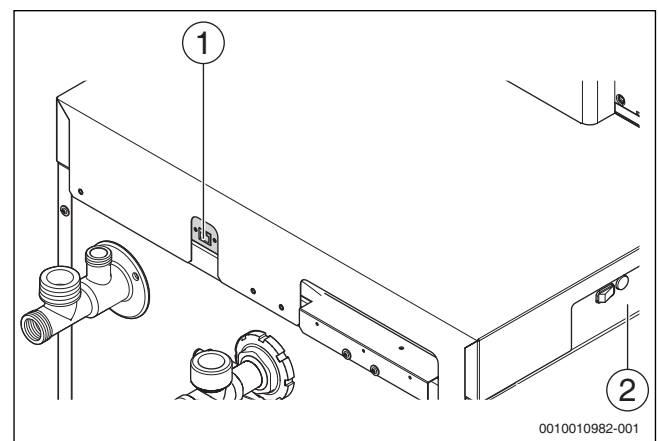

Bild 52 Netzwerkanschluss mit Login-Daten
- Voreingestellten Login-Name und das Passwort eingeben. Die Login-Daten (Anmeldedaten) sind auf dem Etikett seitlich am Kessel aufgedruckt (→ Bild 52, [2]).